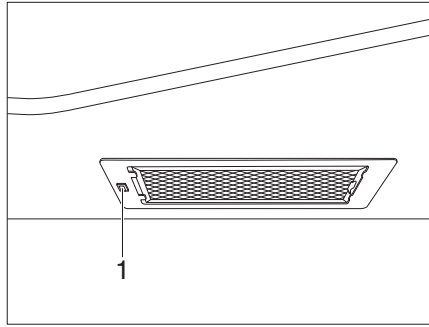

Fig. 327 Campana
- Conectar y desconectar la campana con el interruptor (Fig. 327,1).